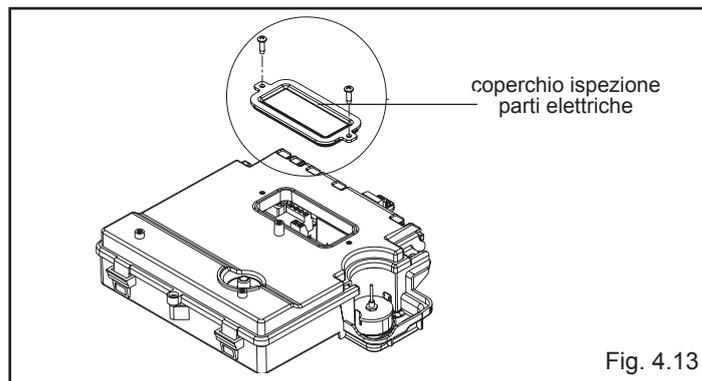

Fig. 4.13
- rimuovere il coperchio ispezione parti elettriche svitando le 2 viti per accedere ai jumper (fig. 4.13)